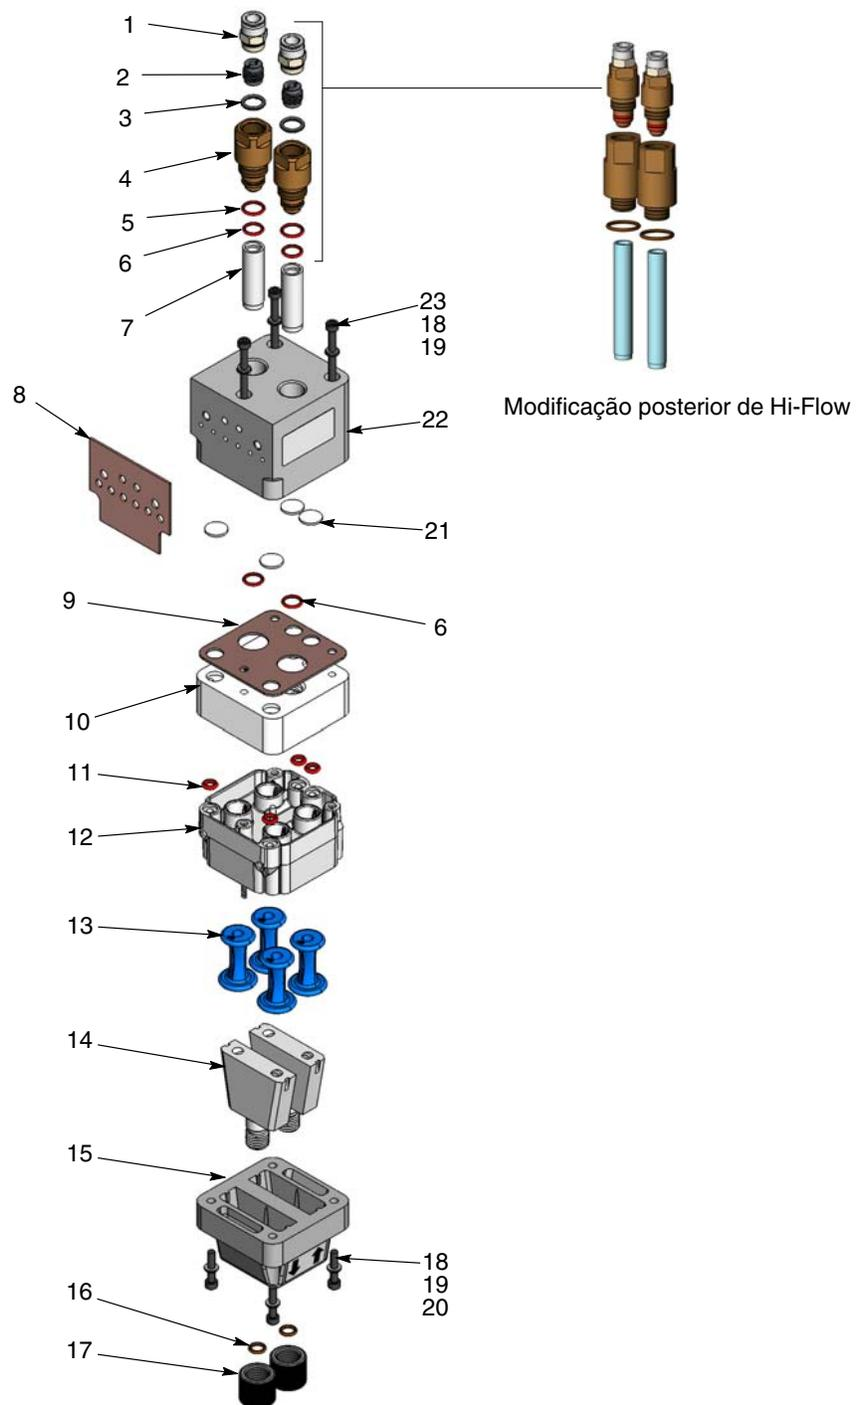

Figura 6-8 Desmontagem da bomba
4. Consulte a figura 6-8. Desmonte a bomba como ilustrado, começando pelos tubos de fluidificação. Juntas que estejam coladas não necessitam de ser removidas, exceto se estiverem danificadas.